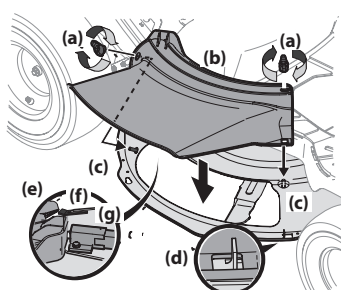

Figura 8
- Extraiga las perillas de aleta (a) que instaló en la plataforma de corte y consérvelas para colocarlas posteriormente. Consulte la Figura 8.
- Coloque el canal de la plataforma (b) en la abertura de descarga de la plataforma. La parte trasera del canal de la plataforma debe estar debajo de la lengüeta (f) del soporte trasero de la plataforma (g). Los pernos prisioneros (c) de la superficie de la plataforma calzarán a través de los orificios de la parte superior del canal de la plataforma. La pequeña lengüeta (d) del borde de la plataforma calzará a través del recorte cuadrado de la parte inferior del canal de la plataforma. Consulte la Figura 8.
¡IMPORTANTE! Compruebe que la porción superior trasera del canal de la plataforma (b) esté oprimiendo el interruptor de seguridad (e) ubicado en la superficie de la plataforma y debajo de la lengüeta (f) del soporte de la parte trasera de la plataforma (g). Las cuchillas no se accionarán si el canal de la plataforma no está (b) correctamente ubicado. Consulte la Figura 8.
- Sujete el canal de la plataforma (b) ajustando las perillas de aleta (a) que extrajo en el Paso 1. Consulte la Figura 8.